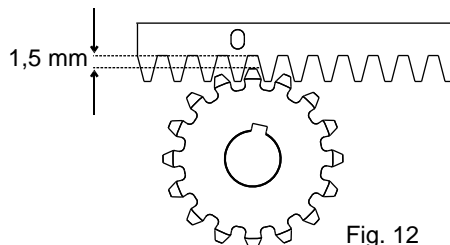

Fig. 12
**6.6.** Toute la crémaillère doit être élevée de 1,5 mm pour éviter que le poids du portail repose sur le pignon (Fig. 12);